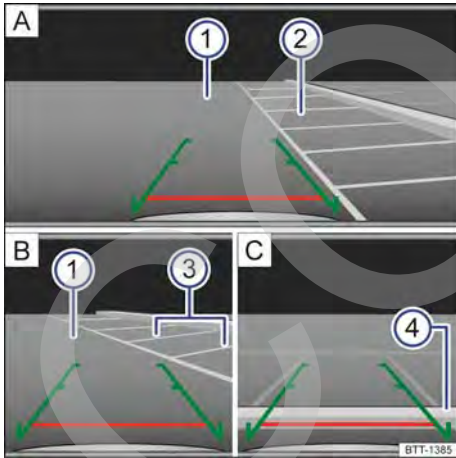

Fig. 105 Visualización del display del sistema de radio: estacionar con la cámara de marcha atrás.
Leyenda para fig. 105:
- Colocar el vehículo delante de la plaza de estacionamiento → fig. 105 ② [A].
- Conducir hacia atrás lentamente y maniobrar de modo que las guías verdes laterales conduzcan entre las líneas de delimitación de la plaza de estacionamiento seleccionado ② [A].
- Alinear el vehículo en la plaza de estacionamiento seleccionada de modo que las guías verdes laterales queden sobre las líneas de límite lateral ③ [B].
- Detener el vehículo cuando la línea roja alcance el límite trasero ④ [C]. ◀